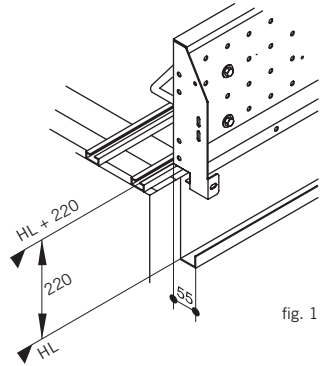

fig. 1
- 3° Situar la base del operador 220mm. por encima de la altura libre de la cabina (fig.1).